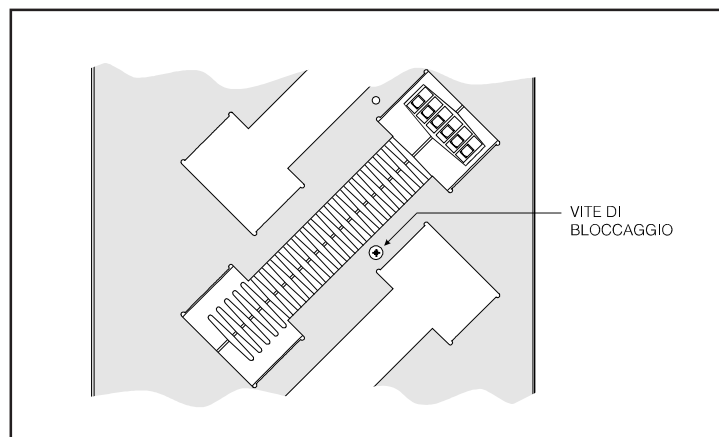

Fig. 1-1: Posizione della vite di bloccaggio
5. Rimuovere la vite di bloccaggio (se presente) dal lato sinistro del modulo (si veda Fig. 1-1).
2. Se necessario, fissare il modulo di interfaccia al telaio “stacker” inserendo una vite di bloccaggio sul lato sinistro (si veda Fig.1-1).